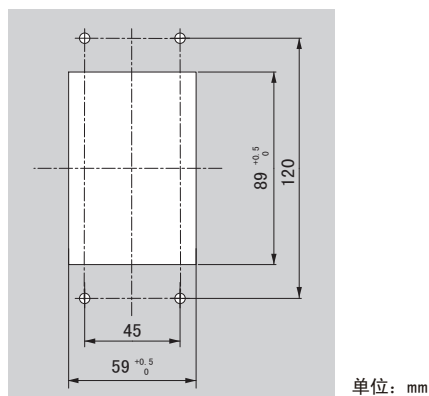

图 2.9 控制柜加工尺寸 (安装在控制柜内侧时)
1. 对控制柜的操作器安装面进行加工。控制柜加工尺寸请参照图 2.9。